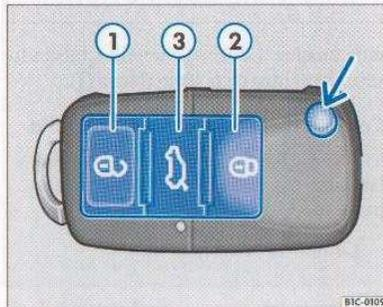
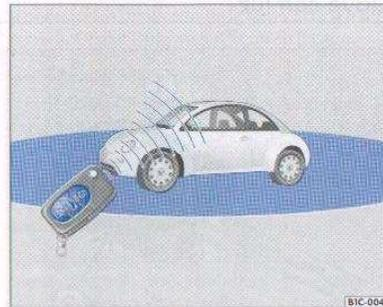

Fig. 9 Teclas de la llave con mando a distancia
Fig. 10 Radio de acción del mando a distancia por radiofrecuencia
- Desbloqueo del vehículo ⇒ fig. 9 ①. Las puertas y la tapa del maletero se desbloquean. El sistema de seguridad "safe" y la alarma anti-robó11) se desactivan.
- Bloqueo del vehículo ②. El sistema de seguridad "safe" y la alarma anti-robó11) se activan.
- Desbloqueo del portón trasero ③. Pulse esta tecla durante unos 3 segundos. El portón se desbloquea.
- El mando a distancia por radiofrecuencia también se puede programar de forma que, al pulsar la tecla de desbloqueo ⇒ página 24, fig. 9 ① una vez, sólo se desbloquee la puerta del conductor (apertura individual de las puertas12)). El sistema de seguridad "safe" y la alarma anti-robó12) se desactivan de inmediato. Si se pulsa nuevamente esta tecla se desbloquearán todas las puertas y el portón trasero. Si desea recibir más información al respecto o activar esta función, acuda a un Servicio Oficial Volkswagen®.
- El mando a distancia por radiofrecuencia funciona únicamente dentro de su radio de acción ⇒ página 24, fig. 10 (zona azul).
- Si se pulsa dos veces la tecla de cierre ⇒ página 24, fig. 9 ② se desactivará la alarma anti-robó12) y el sistema de seguridad "safe".
- Si desea abrir o cerrar el vehículo de forma manual tendrá que sacar primero el paletón de la llave. Para ello deberá pulsar la tecla de desbloqueo ⇒ página 24, fig. 9 -flecha-. Para introducir el paletón en la llave también deberá pulsar esta tecla. ◀
- Pulse una vez la tecla de desbloqueo ⇒ página 24, fig. 9 ① o la tecla de cierre ② de su llave durante un segundo aproximadamente. Aunque el vehículo permanece cerrado, la unidad de control reconoce un código fijo válido.
Si se pulsa la tecla ⇒ página 24, fig. 9 repetidamente fuera del radio de acción ⇒ página 24, fig. 10 del mando a distancia por radiofrecuencia, puede darse el caso de que ya no se pueda abrir o cerrar el vehículo con el mando. En ese caso, debe sincronizarse de nuevo la llave ▶